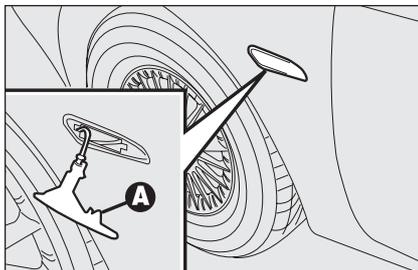

fig. 27
- spingere a mano il trasparente nel senso contrario alla direzione di marcia della vettura in modo da comprimere la molletta di fissaggio **A-fig. 27**. Liberare la parte anteriore ed estrarre il gruppo;
- inserire il portalampada **B** nel trasparente **C** quindi posizionare il gruppo verificando lo scatto della molletta di fissaggio **A-fig. 27**.